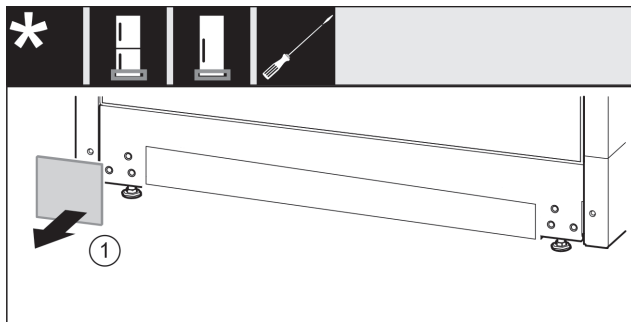

Fig. 13
- Skinite poklopac Fig. 13 (1).